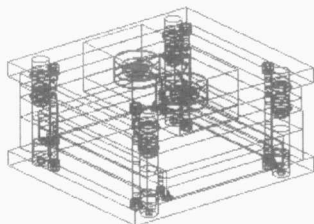

图 1-28 模架
- ② 在目录下拉列表框中选择 HASCO-E 选项，系统此时自动根据毛坯的大小计算模架的大小，在对话框上单击“确定”按钮，系统自动生成模架零件，结果如图 1-28 所示。从图上可以看出模板的厚度不够，下一步修改板的厚度。